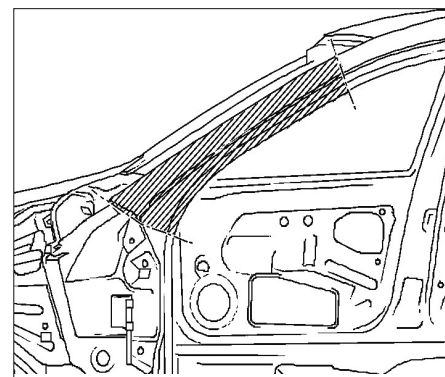

FIG. 31
- Déposer la partie supérieure du montant A (fig. 31).
- Découper la partie supérieure du montant A de la pièce neuve sans l'endommager (fig. 31).